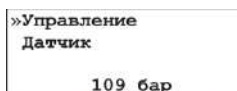

Рисунок 4.2 – Экран меню давление
2. В меню "Давление" (рис. 4.2) клавишами ,  выбрать пункт "Управление" и нажать клавишу .
2. В меню "Давление" (рис. 4.2) клавишами  $\Delta$ ,  $\nabla$  выбрать пункт "Датчик" и нажать клавишу  $\checkmark$ .